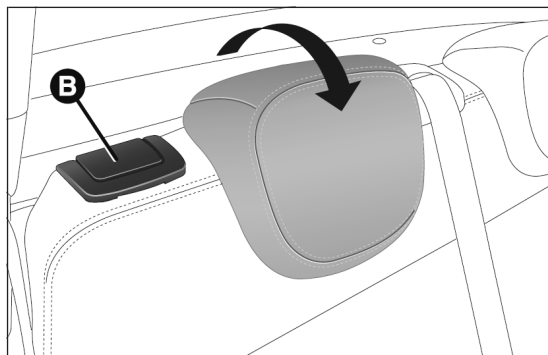
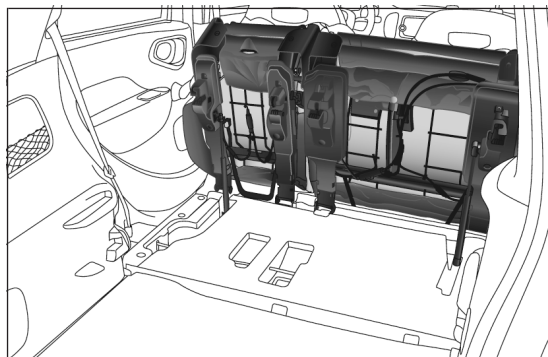

fig. 3
fig. 4
- soulever le levier de décrochage B fig. 3 pour rabattre complètement le siège de la deuxième rangée : le dossier et le coussin seront rabattus automatiquement vers l'avant (voir fig. 4). Si nécessaire, accompagner le dossier dans la première partie du rabattement.